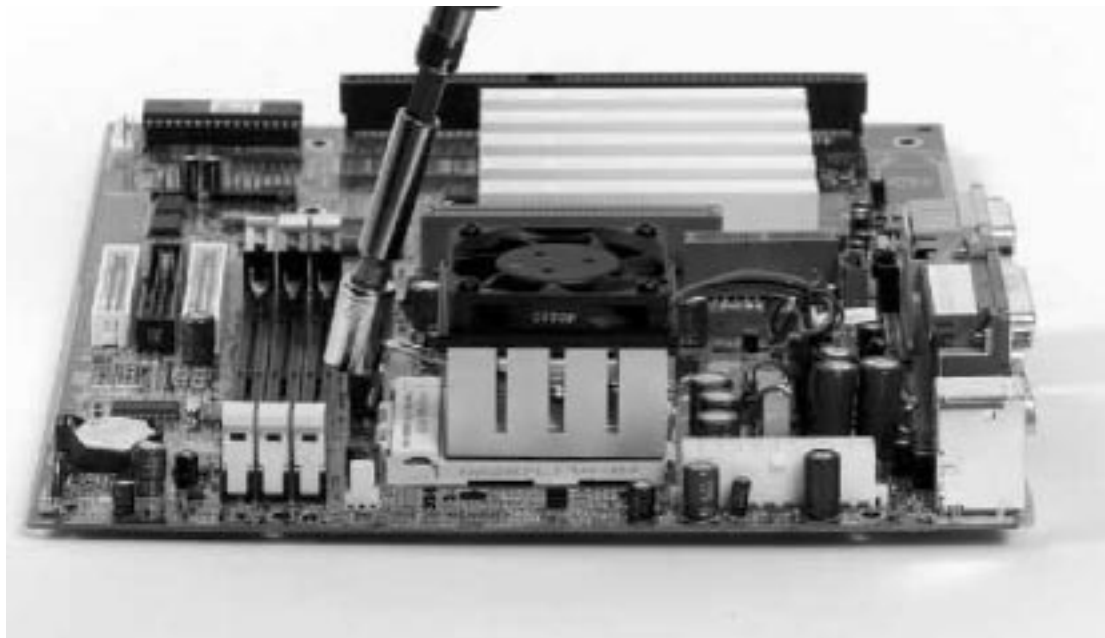

Figura 18. Installazione della clip mediante una chiave a bussola.
18. La Figura 18 mostra una delle fasi dell'installazione utilizzando una chiave a bussola invece di un cacciavite. Le varie fasi e operazioni sono identiche ad eccezione della scelta dello strumento da utilizzare. *Installare sempre il processore prima dei moduli di memoria*